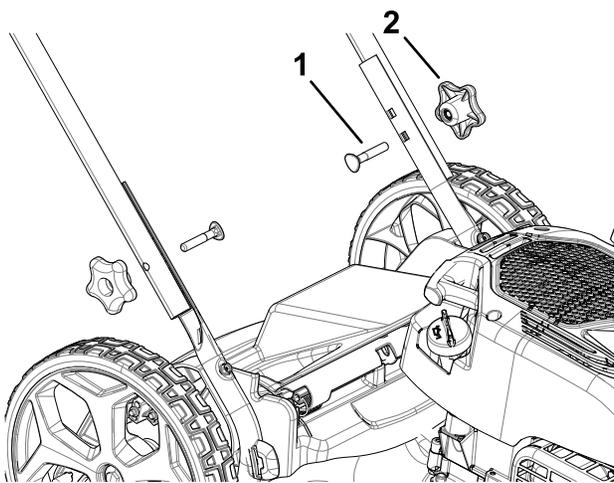

Figura 3
1. Staccate le manopole della stegola e i bulloni dalla scocca della macchina (Figura 3).
2. Fissate la stegola alla scocca della macchina (Figura 3).